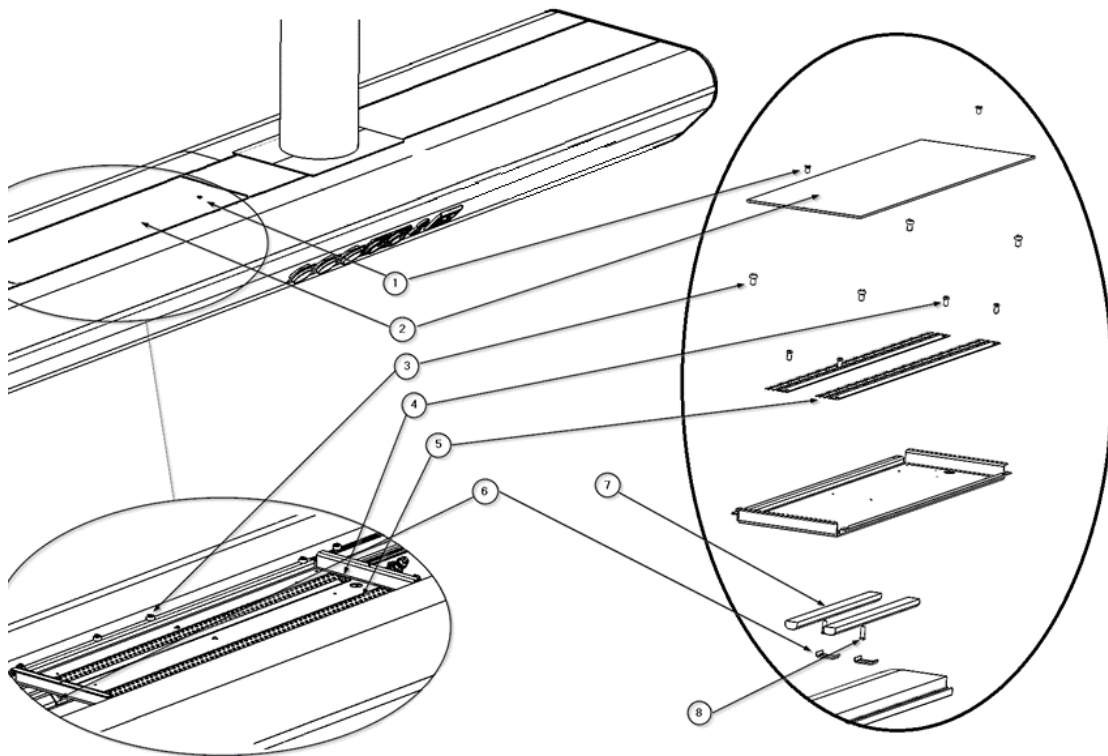

Abb. 5 Austausch der indirekten Beleuchtung
Abbildung 5 zeigt eine Darstellung des Servicekopfes ohne Seitenwand, um die Position des Beleuchtungsmoduls zu verdeutlichen.
- Lösen Sie mit einem Sternschlüssel die 2 Senkkopfschrauben M4 x 10 ① DIN 935, wie in Abbildung 5 dargestellt. Die Halterung ② des Beleuchtungsmoduls ist nun gelöst.
- Trennen Sie den Schnellstecker von den LED-Streifen ④. Jetzt können Sie das Modul umdrehen, sodass die Controller ⑤ und ihre Anschlussleiste sichtbar werden.
- Trennen Sie die Stromversorgung der Controller ⑤ von der Anschlussleiste.
- Lösen Sie die Sechskantschrauben M4 x 16 ⑦ DIN 933 und lösen Sie die Laschen ⑥, mit denen die Steuerungen ⑤ befestigt sind.
- Setzen Sie die neuen Controller ⑤ ein und befestigen Sie sie mit den Laschen ⑥, indem Sie die Sechskantschrauben ⑦ festziehen.
- Schließen Sie die Stromversorgung der Steuerungen ⑤ wieder an die Anschlussleiste an.
- Lösen Sie die Sechskantschrauben M4 x 16 ③ DIN 933 und lösen Sie die LED-Streifen ④.
- Setzen Sie die neuen LED-Streifen ④ ein und befestigen Sie sie mit den Sechskantschrauben ③.
- Schließen Sie den Schnellanschluss für die Stromversorgung der neu installierten LED-Streifen ④ an.
- Befestigen Sie die Halterung ② des Beleuchtungsmoduls mit einem Sternschlüssel wieder, indem Sie die 2 Senkkopfschrauben M4 x 10 ① DIN 935 festziehen.